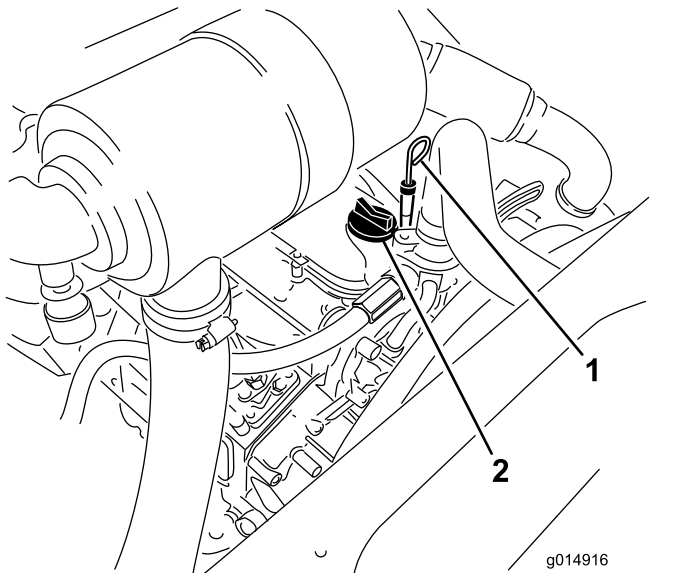

Bild 32
3. Nehmen Sie den Peilstab heraus und wischen Sie ihn ab. Stecken Sie ihn dann ein (Bild 32).
5. Wenn der Ölstand unter der VOLL-Markierung liegt, nehmen Sie den Fülldeckel ab (Bild 32) und gießen Sie genug Öl ein, um den Ölstand bis zur VOLL-Markierung am Peilstab anzuheben.